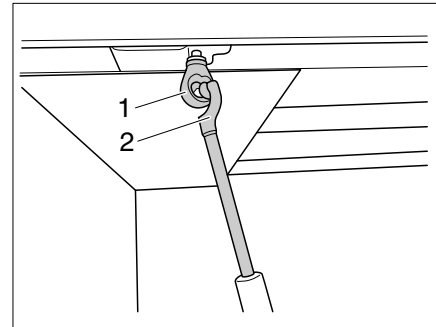

Fig. 154 Regolazione in altezza
- Agganciare la manovella (Fig. 154,2) nell'occhiello (Fig. 154,1) della regolazione in altezza.